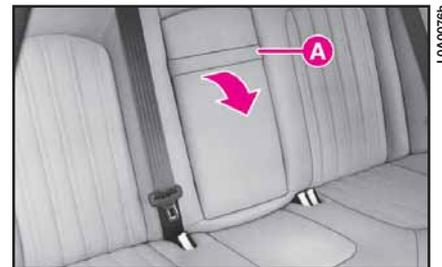

fig. 204
1) Agendo dal sedile posteriore, abbassare l'appoggiabraccia usando la maniglia A (fig. 204).